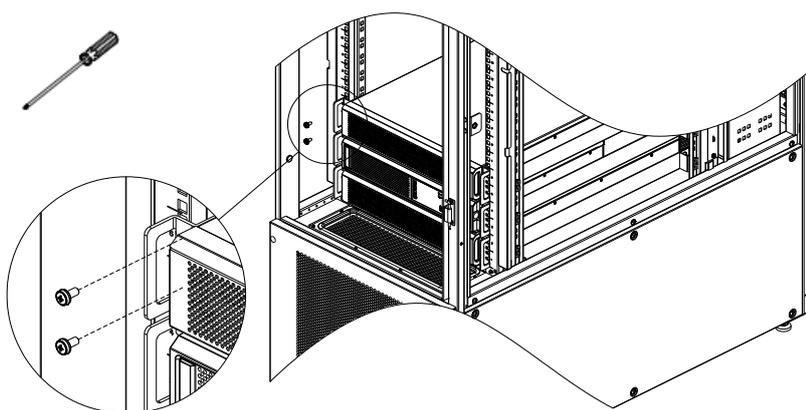

图2-21 使用螺钉对电池模块进行固定
f) 将电池组放置在导轨上，安装于立柱上第 5、6U 位，使用 M6×16 螺钉（4 个）固定，如图 2-21 所示。